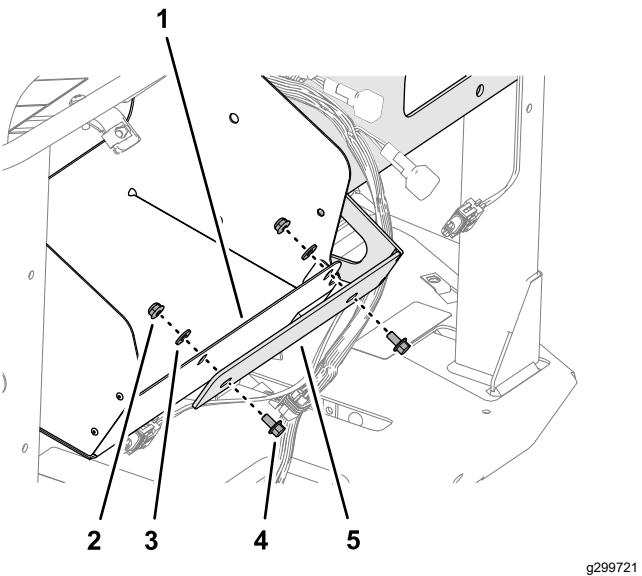

Figura 75
2. Alinhe os orifícios da base do coletor com as ranhuras da flange do compartimento de armazenamento (Figura 75).
3. Monte ligeiramente a base do coletor na flange (Figura 75) com 2 parafuso de cabeça flangeada ($\frac{1}{4} \times \frac{1}{2}$ pol.), 2 anilhas ($\frac{1}{4}$ pol.) e 2 porcas de bloqueio flangeadas ($\frac{1}{4}$ pol.).